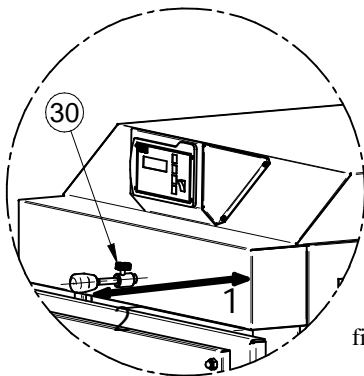
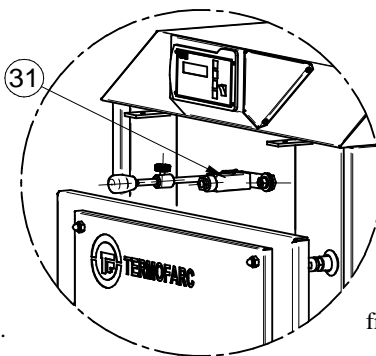

fig.20.
fig.20.1
Deschideți ușa superioară (ușa de alimentare), ridicați perdeaua de fum și sprijiniți în locașul prevăzut pentru acesta, ca alimentarea cu combustibil să fie ușoară, deasupra duzei de ardere introduceți o cantitate suficientă de combustibil (aschii) și bucăți de hârtie. Înaintea aprinderii focului se deschide clapeta de aprindere prin împingerea manetei (18) în poziția 1. fig.20.
După formarea patului de jar se umple magazia de combustibil cu lemne, se eliberează perdeaua de fum lăsând să se sprijine pe lemnele din magazie, se închide ușa de alimentare, se lasă ca lemnul alimentat să se aprindă să se formeze gazul de lemn, după care se închide ușa de mijloc și se trage clapeta de aprindere (18) în poziția 2 (fig. 20. și fig.20.1) și se blochează cu surubul (30).
2. Se deschide clapeta de aprindere împingând maneta (18) în poziția 1. fig.20. și ușa camerei de ardere,
6. Se închide ușa camerei de ardere și clapeta de aprindere trăgând mânerul (18) în poziția 2 fig. 20 care inversează arderea în cazan